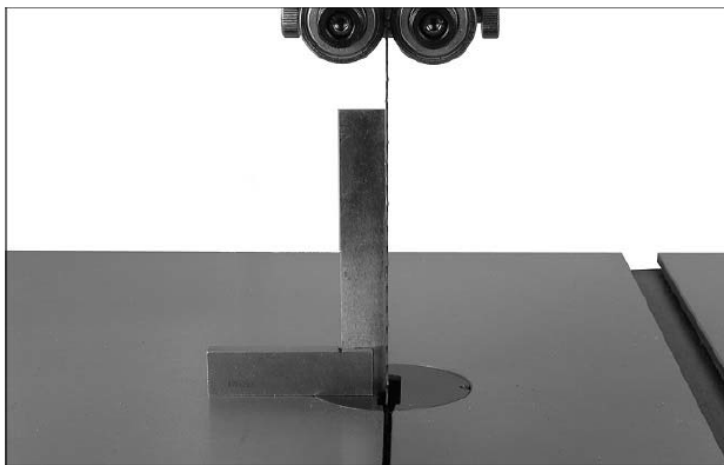

Рисунок 7-5
2. Приложите угольник (рис. 7-5) к пильному полотну, чтобы убедиться, что стол расположен под углом 90 градусов к полотну.
3. Если требуется регулировка, ослабьте фиксатор (D). Наклоните стол так, чтобы он был перпендикулярен пильному полотну; затем снова затяните фиксирующую ручку.
4. Ослабьте контргайку (F1) и поверните стопорный болт стола (F). до тех пор, пока он не коснется стола. Затяните контргайку, чтобы зафиксировать упор стола на месте. При затягивании гайки удерживайте болт упора стола на месте гаечным ключом, чтобы предотвратить его перемещение.